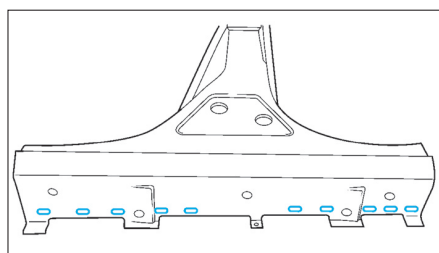

FIG. 36
• Effectuer des trous oblongs (Fig.36).